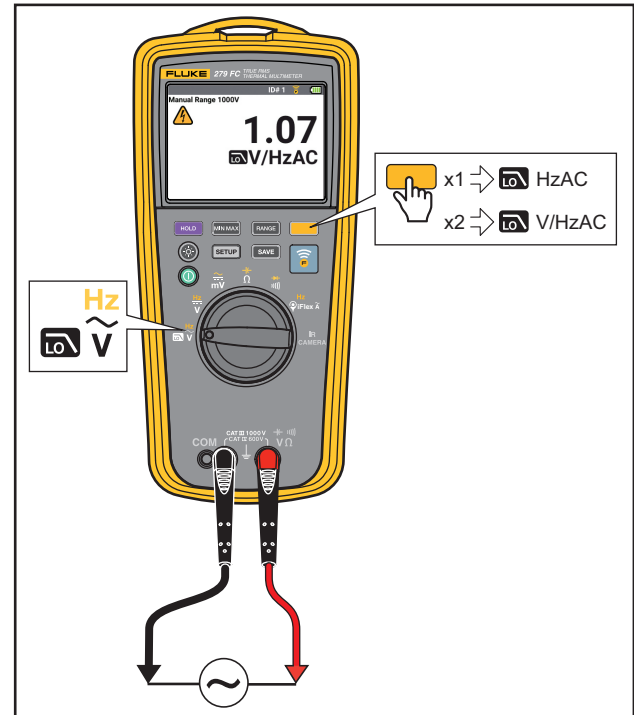

Figura 6. Proporção de Volts/Hertz
- Razão Volts/Hertz. Veja a figura 6.
O multímetro pode mostrar a proporção de volts para a frequência do sinal de CA. Veja a figura 6.